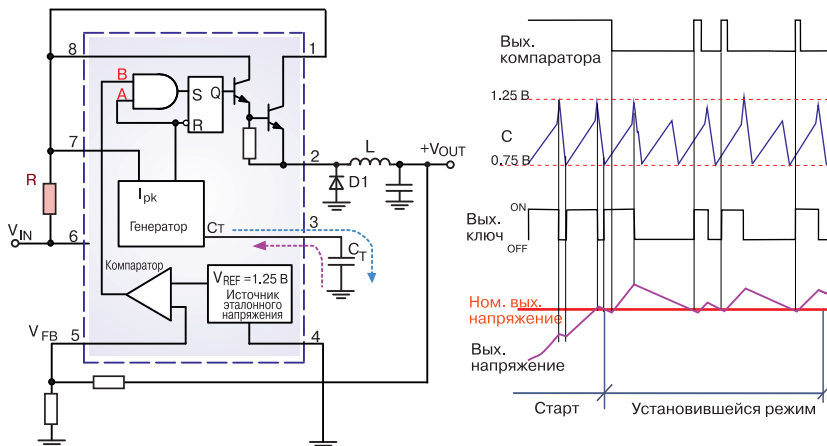

Рис. 1. Структура ИМС МС34063
Базовая структурная схема МС34063 и временные диаграммы, поясняющие принцип действия импульсного преобразователя, приведены на рис. 1 [1]. В табл. 1 приведены основные параметры микросхем МС34063, выпускаемых компанией ON Semi-
(buck-boost) импульсных DC/DC-преобразователей (рис. 2), что обеспечивается наличием встроенного мощного коммутируемого составного биполярного транзистора, выводы коллектора и эмиттера которого подключены к соответствующим выводам ИМС. Частота генерации определяется длительностью зарядки (разрядки) конденсатора C_T (рис. 1). Максимальный ток выходного ключевого транзистора 1.5 А (MC34063A). Падение напряжения на последовательно включенном в цепь питания т.н. резисторе ограничения тока (R) пропорционально протекающему току, что используется в устройстве ограничения тока через выходной транзистор. Изменением сопротивления этого резистора можно задать требуемую величину тока ограничения. Когда напряжение обратной связи VFB (вывод 5) достигает уровня эталонного напряжения, на выходе компаратора формируется сигнал, запрещающий управление выходным ключом в течение одного или нескольких периодов частоты генерации, т.е. преобразователь, работает в режиме генерации пакетов импульсов. Основные потери обусловлены падением напряжения (1.3...1.5 В) на составном ключевом транзисторе и резисторе R, что не позволяет получить высокий КПД.
В ИМС серии MC34063 предусмотрена возможность ограничения тока, а для измерения его величины используется внешний резистор. Однако не следует полагать, что это позволяет спроектировать преобразователь с ограничением выходного тока в той трактовке, что преобразователь переходит в режим генератора тока. Реализована всего лишь возможность ограничения тока, протекающего через выходной транзистор (ключ) и катушку индуктивности, что осуществляется путем мониторинга падения напряжения на внешнем измерительном резисторе (R), включенным последовательно с цепью питания V_{IN} и коммутирующим транзистором. Если падение напряжения превысит величину 250...350 мВ (типовое номинальное значение 300 мВ), устройство регулирования тока зарядки конденсатора C_T обеспечивает дополнительный ток для его зарядки. Причем величина дополнительного тока (рис. 3) зависит от падения напряжения на измерительном резисторе (чем больше напряжение, тем больше ток зарядки). При типовом напряжении 300 мВ ток зарядки равняется току разрядки. Увеличение тока зарядки приводит к тому, что напряжение на конденсаторе быстрее достигает верхнего порогового значения, что приводит к сокращению длительности открытого состояния выходного ключа и, соответственно, уменьшению количества энергии, запасенной в катушке индуктивности. Другими словами, увеличение скорости зарядки конденсатора (рис. 1) позволяет уменьшить длительность T_{ON} и тем самым ограничить ток через транзистор.